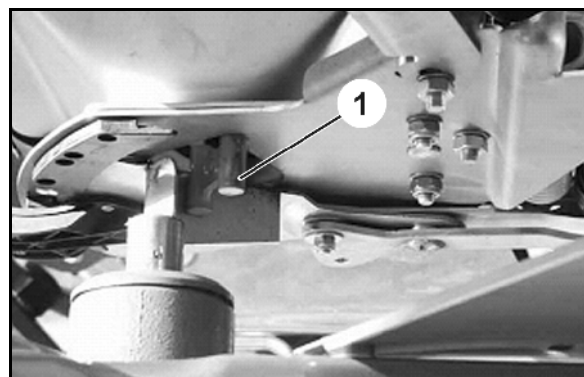

Fig. 53
3. Nu skal indstillingslæren (Fig. 53/1) kunne skubbes let igennem den nu åbne gennemløbsåbning.